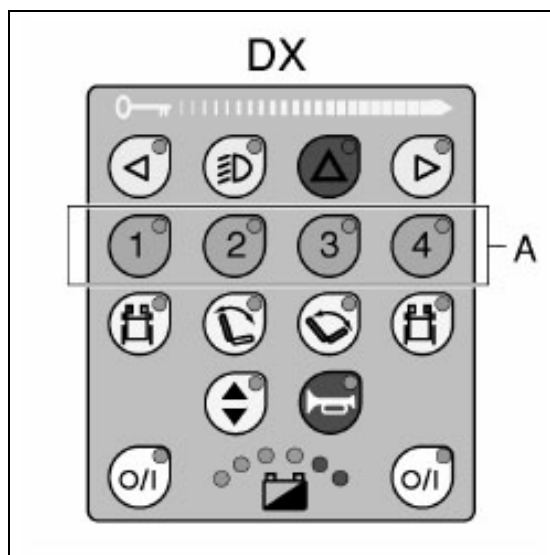

Bild 3.6
- Med knapparna 1, 2, 3 eller 4 (A på bild 3.6) för styrenhet 'DX'.